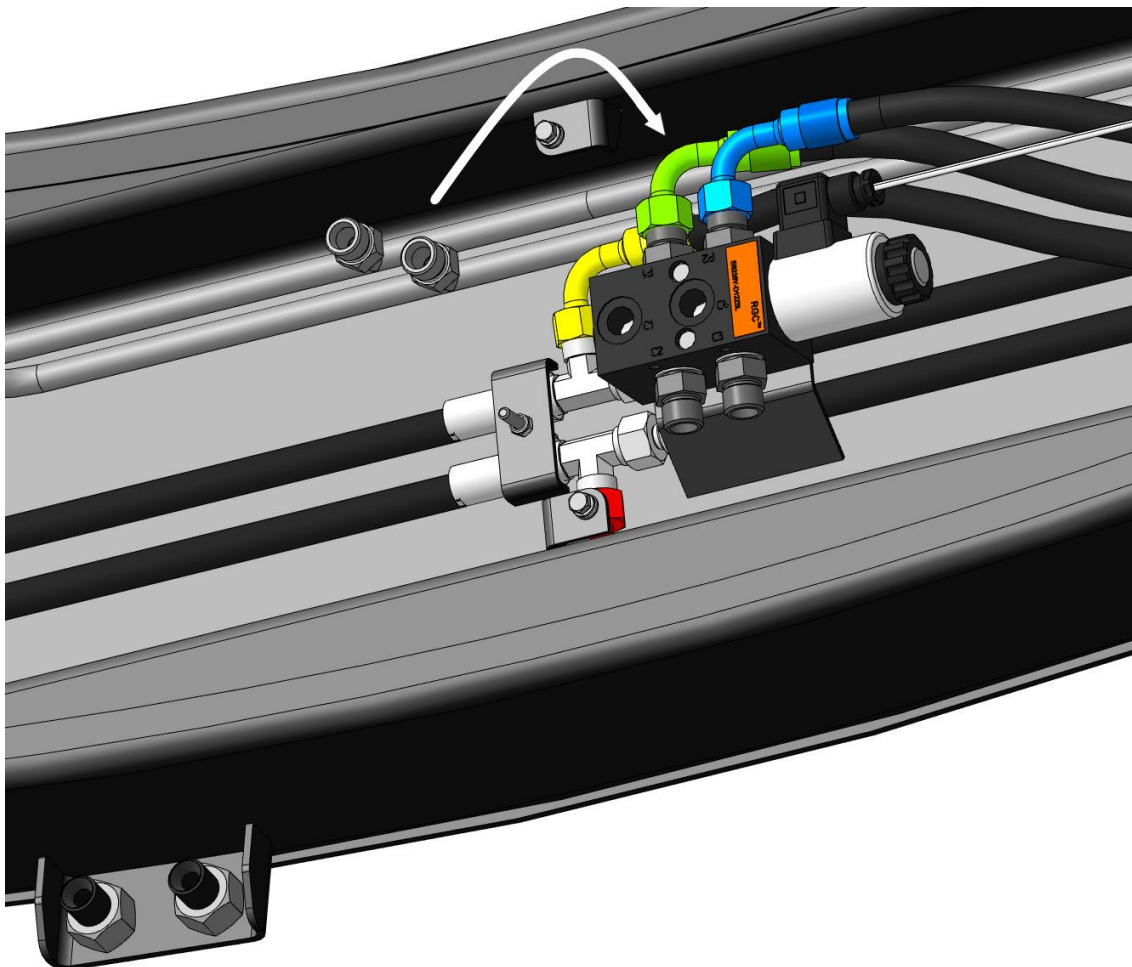

Рисунок 2.9
2.2.3.3 Отсоединить РВД синей и зеленой линии, идущие от кронштейна БРС, от гидравлических трубопроводов, расположенных в поперечной балке стрелы. Отсоединенные РВД синей и зеленой линии необходимо навинтить на адаптеры, установленные ранее на дивертор. РВД зеленой линии подключают к порту P1, а РВД синей линии – P2 (рис. 2.9).